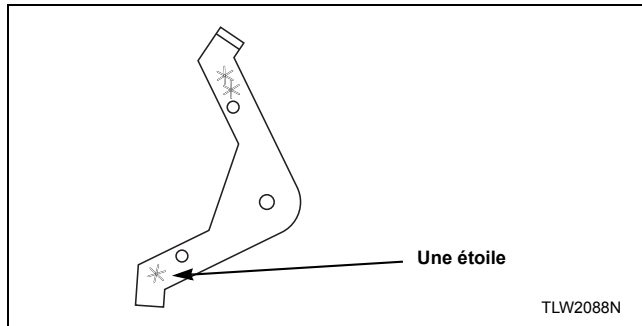

Figure 17
2. Installer le levier de rallonge de manière à ce que le bras doté d'une étoile soit orienté vers le bas. Se reporter à la *Figure 17*.